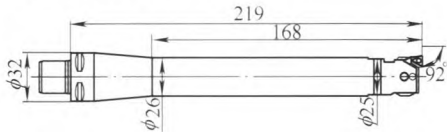

图3 减振镗刀尺寸
(1) 刀具选择:①刀片材料的选择。高速切削
加工铝合金时,可供选择的刀具材料有硬质合金、陶瓷、金属陶瓷和聚晶金刚石等。其中硬质合金材料是最具性价比的材料,在此实际加工中选用无涂层的硬质合金刀片。这是因为无涂层的刀具比涂层刀具锋利,可以有效降低切削抗力,比涂层刀具更适合铝合金的加工。②镗刀片的选择。精镗的刀片应该具有正的前倾角、锋利的切削刃和小的刀尖半径,以便使径向切削力最小化。刀片的刀尖半径是镗削工序中的一个关键因素。刀尖半径的选择取决于切深和进给,并影响表面质量、断屑和刀片强度。在小切深时,切削合力为径向力,对刀片产生向内的推力并试图将刀片推离内孔表面。在切深增加时,切削合力变为轴向力。一般经验是,在以小切深精加工时,避免切深小于刀尖半径的1/3。刀尖半径与进给率共同对加工的表面质量有直接影响。在这种加工场合下选用小刀尖半径为0.4 mm,以便能使用较小切深,减小切削径向抗力,最终减少振动。但是小刀尖半径的刀片在加工中破裂的风险增加,由于工件材料为铝合金,硬度比钢件低,因此选用小刀尖半径也能保证较高的使用寿命。③镗刀杆的选择。在此加工场合下,我们不得不使用长悬伸的刀具,悬伸必须达到150 mm,且刀杆的直径不能大于30 mm。长径比大于5:1,此时镗刀在加工中很容易产生振动。通常情况下只能通过减小切削参数,降低加工效率,以实现安全稳定的加工。通过对比各种刀杆,最终使用 Silent Tools® 减振刀杆,如图2所示,其内置的特殊阻尼减振机构可以将切削振动控制到最小,同时从图3可以看出,镗刀的主偏角达到 92° 。切削力主要朝向轴向方向,可以